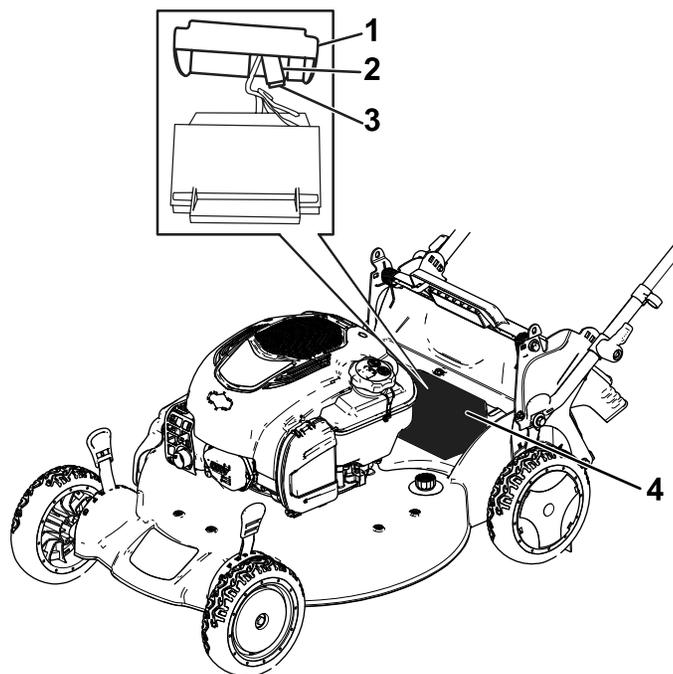

Рисунок 36
1. Снимите крышку аккумуляторного отсека (**Рисунок 36**).
2. Выньте аккумуляторную батарею и найдите предохранитель (**Рисунок 36**).
3. Замените плавкий предохранитель в держателе (**Рисунок 36**).
4. Установите крышку поверх аккумуляторного отсека (Рисунок 36).